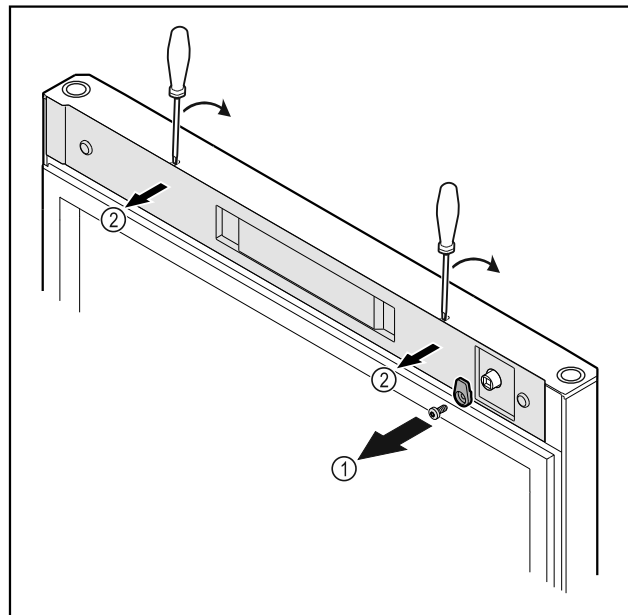

Fig. 18
- ▶ Ξεβιδώστε το άγκιστρο κλεισίματος Fig. 18 (1).
- ▶ Ξεκουμπώστε το κάλυμμα Fig. 18 (2) με ένα μικρό κατασβίδι και αφαιρέστε το.